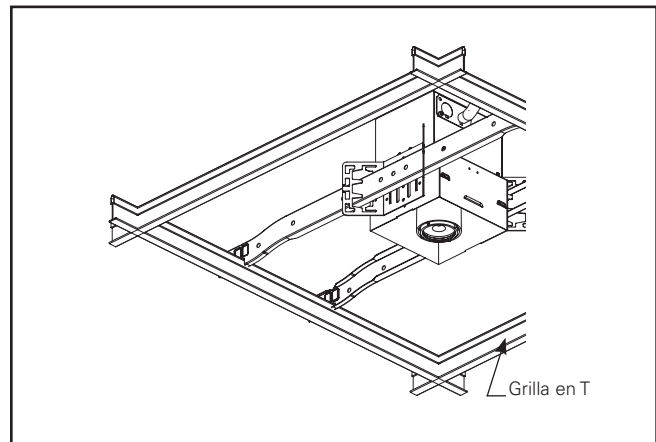

Figura 1.8.
4. Una vez establecidas las conexiones, instale la placa de la luminaria con luz en el alojamiento. Asegúrese de que no se pellizquen los cables en los bordes de la placa. Instale tornillos n.º 8-32 (Figura 1.8).